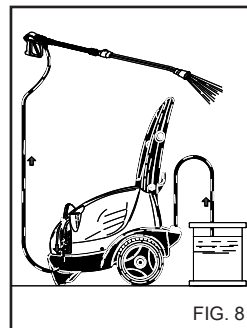

FIG. 8
Efter användning av rengöringsmedlet måste kemikaliein-tagsledningen spolas ur med rent vatten (fig. 8).
- 1) Efter användning med rengöringsmedel ska högtrycksvattensystemet sköljas ordentligt. Låt pumpen vara igång i 1 minut. Doseringskranen ska vara stängd. (fig. 8).
4) Efter användning med rengöringsmedel ska högtrycksvattensystemet sköljas ordentligt. Låt pumpen vara igång i 1 minut. Doseringskranen ska vara stängd.(fig. 8).